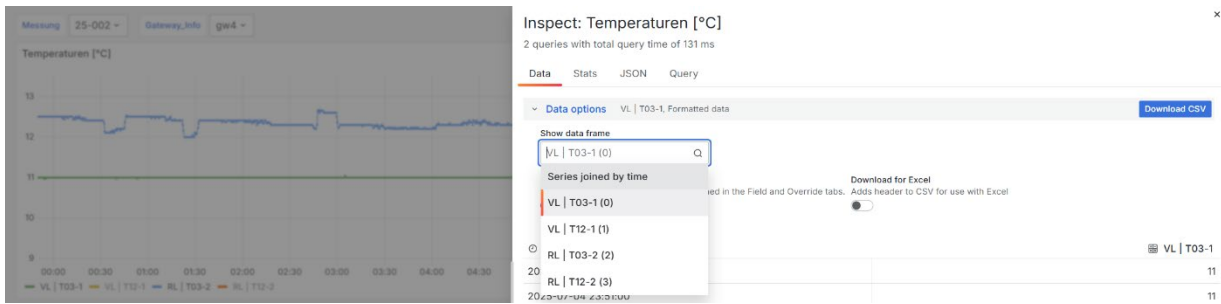

Abbildung 19: Daten-Download Optionen in Grafana
- 8) Unter «Inspect» → «Data» können die Daten angesehen werden. Dabei können einzelne Spalten oder alle Daten im Panel mit «Download csv» heruntergeladen werden (Abbildung 19). Es werden nur die Daten im ausgewählten Zeitbereich heruntergeladen.